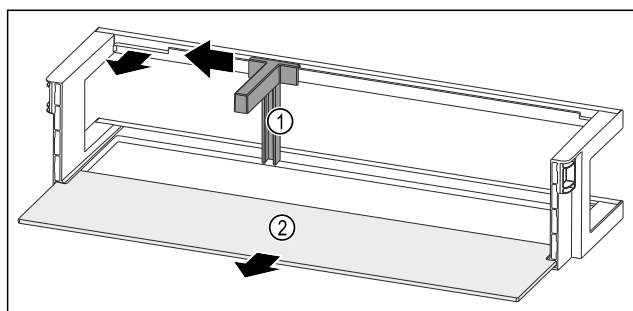

Fig. 91 Balconcino controporta con portabottiglie e ripiano
- Spingere il portabottiglie Fig. 91 (1) lateralmente fino all'incavo.
- Rimuovere il portabottiglie Fig. 91 (1).
- Rimuovere il ripiano Fig. 91 (2).